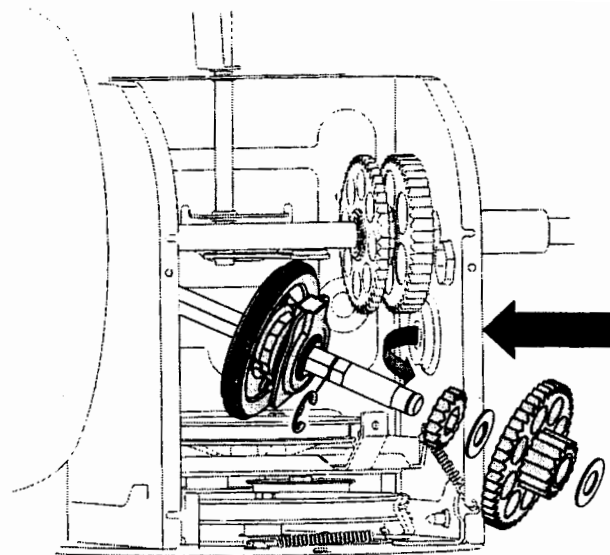

Figure 29
- Faites ensuite glisser l'arbre hex. vers le bas et la gauche tout en dégagant lentement les engrenages inférieurs des engrenages supérieurs sur l'essieu de la roue. Voir la Figure 29 .